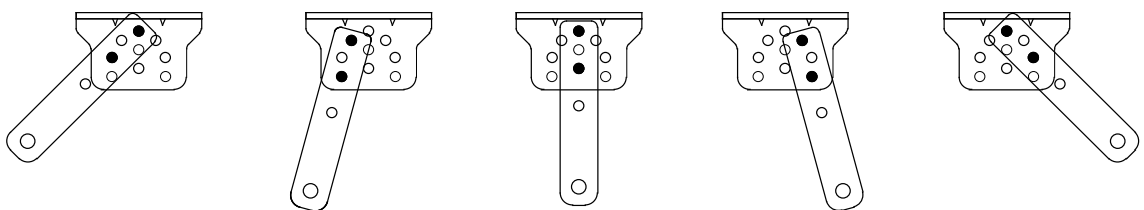

Figura 6
B) La staffa di collegamento e la staffa a muro possono essere collegate in base a diverse condizioni, fare riferimento alla figura 6.